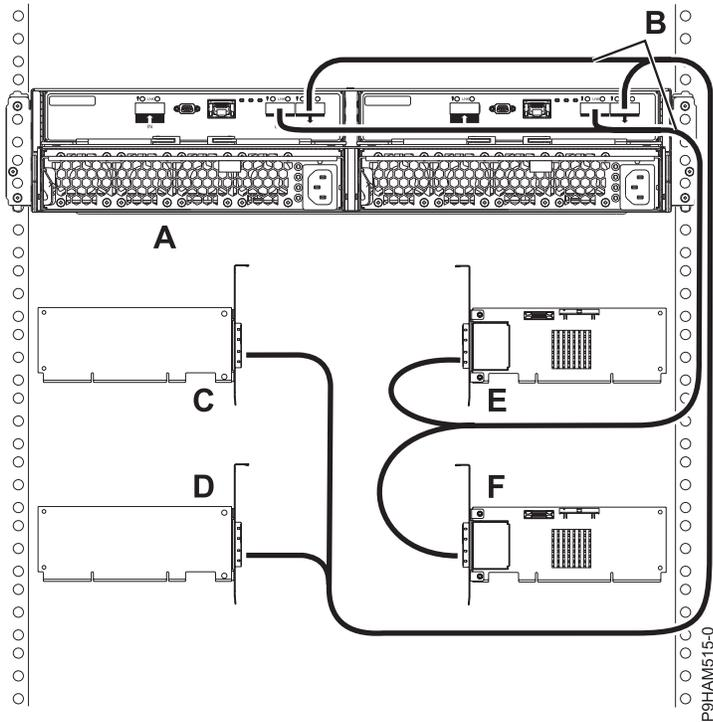

Figure 29. Connexion de mode 4 d'un boîtier d'unité de disque 5887 via des câbles X à quatre adaptateurs SAS indépendants
20. Effectuez une connexion de mode 4 d'un boîtier (A) via des câbles X (B) à quatre adaptateurs SAS indépendants (C, D, E et F) comme illustré dans la figure 29, à la page 28, puis passez à la section «Connexion des câbles et des cordons d'alimentation et installation des capots», à la page 29.